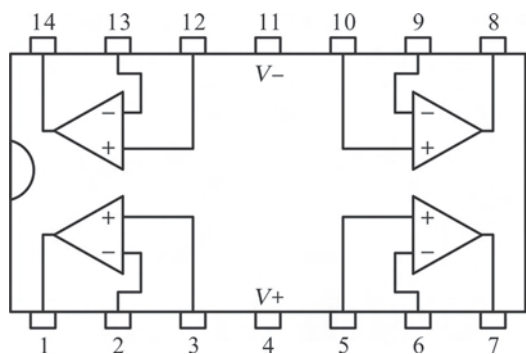

图 4.10 LM324
(1) LM324是4个运算放大器封装在一起(图4.10), 本项目只要其中2个, 因而也可用双运算放大器LM358。